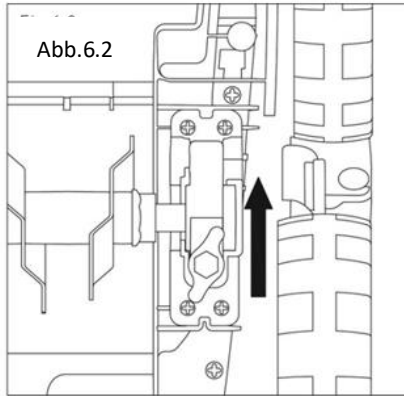

Abb.6.3
- Ziehen Sie den Flansch des Klingensystems aus der Kupplung im Maschinengehäuse nach oben (Abb. 6.3).